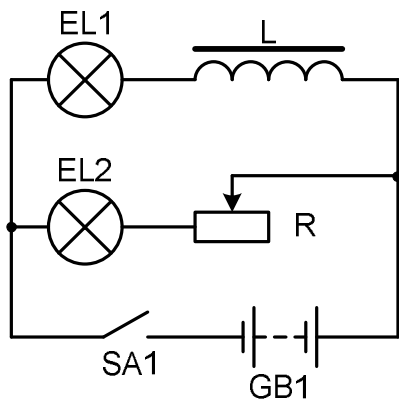

Рис. 18
1. Самоіндукція при замиканні. Зберіть установку за схемою на рис. 18. На схемі позначено: EL1 і EL2 – лампи розжарення на 3,5 В і 0,28 А, L – дросельна котушка (3600 витків) на замкнутому осерді від універсального трансформатора, R – реостат опором 50 – 100 Ом, GB1 – випрямляч ВС 4-12.